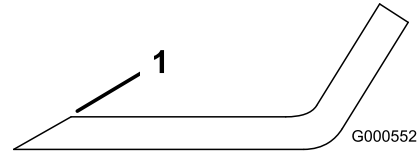

Figura 58
1. Utilice una lima para afilar el filo de corte en ambos extremos de la cuchilla (Figura 58).
**Nota:** Si la cuchilla no está equilibrada, rebaje algo el metal en la parte de la vela solamente (Figura 58).